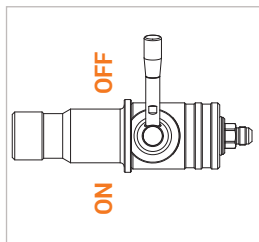

Figure 2
- ▶ Décochez le nozzle de ravitaillement du distributeur. Le levier de commande (pos. 3) doit être en position OFF (Figure 2).